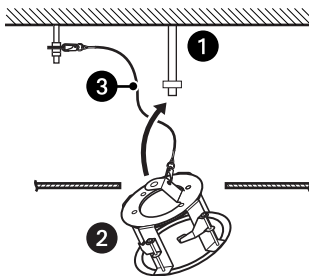

Рис. 22. Присоединение монтажного кронштейна к предохранительной проволоке.
4. Присоедините проволоку к потолочному монтажному кронштейну (см. рис. 22).